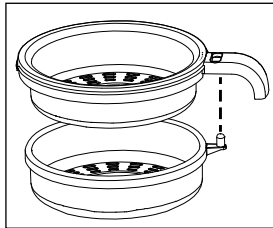

Fig. 1
- ◆ Sæt sien sammen **4/5**. Læg de to dele over hinanden, så indstillingsknappen **6** rager ud af åbningen på overdelen **4** (Fig. 1). Tryk de to dele sammen, indtil de klikker på plads.